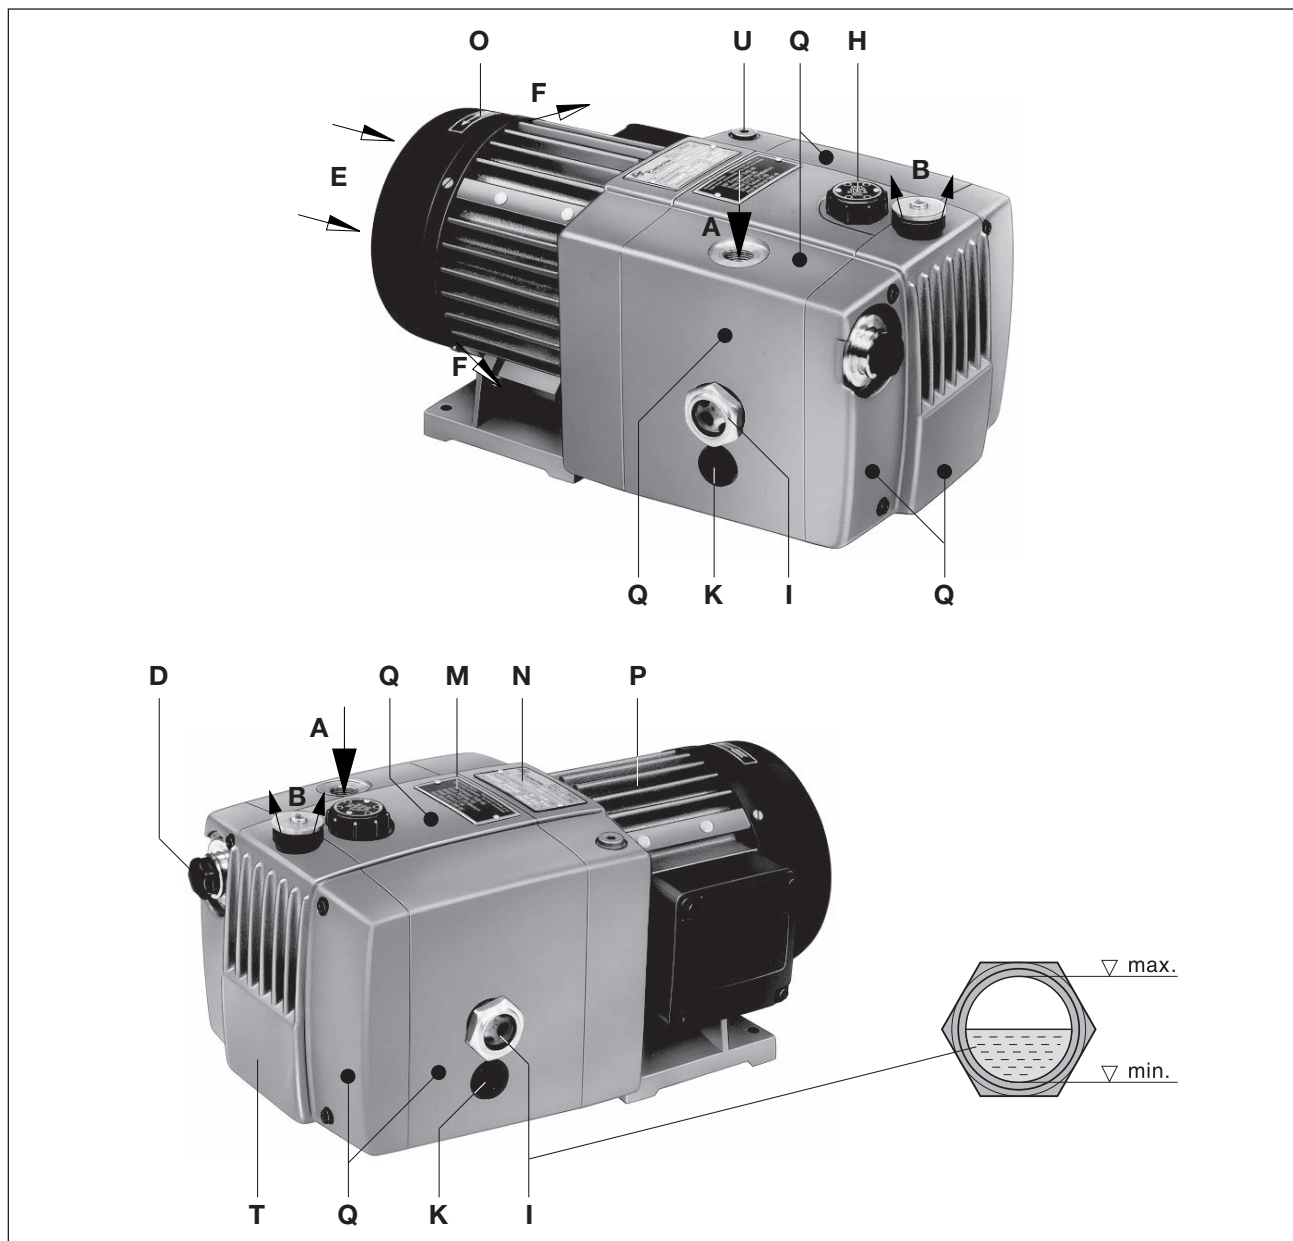

Abb. 1 Vakuumpumpe V-VGA / V-VGC
Öleinfüllstelle (Abb. 1/H), Ölschauglas (Abb. 1/I) und Ölablass (Abb. 1/K) müssen leicht zugänglich sein.
Die Kühlluft-Eintritte (Abb. 1/E) und die Kühlluft-Austritte (Abb. 1/F) müssen mindestens 15 cm Abstand zu benachbarten Wänden haben. Austretende Kühlluft darf nicht wieder angesaugt werden. Für Wartungsarbeiten sind vor dem Filter (Abb. 1/D) und dem Ölbehälterdeckel (Abb. 1/T) 30 cm Abstand vorzusehen.
Die Abluftöffnung (Abb. 1/B) darf weder verschlossen noch eingengt werden.
- a) Vakuumanschluss bei (Abb. 1/A).
- b) Die abgesaugte Luft kann durch den Geräuschdämpfer (Abb. 1/B) frei ausblasen.
- a) Das Schmieröl (geeignete Sorten siehe Kapitel "Wartung") an der Öleinfüllstelle (Abb. 1/H) bis zur Oberkante des Schauglases (Abb. 1/I) auffüllen.
- a) Die elektrischen Motordaten sind auf dem Datenschild (Abb. 1/N) angegeben. Die Motoren entsprechen DIN EN 60034 und sind in Schutzart IP 55 und Isolationsklasse F ausgeführt. Das entsprechende Anschlussschema befindet sich im Klemmenkasten des Motors (entfällt bei Ausführung mit Stecker-Anschluss). Die Motordaten sind mit den Daten des vorhandenen Stromnetzes zu vergleichen (Stromart, Spannung, Netzfrequenz, zulässige Stromstärke).
Im betriebswarmen Zustand können die Oberflächentemperaturen an den Bauteilen (Abb. 1/Q) über 70°C ansteigen.
- ▷ Die vorgesehene Drehrichtung der Antriebswelle ist durch den Drehrichtungspfeil (Abb. 1/O) auf dem Motorflansch gekennzeichnet.
- b) Nach evtl. Korrektur der Drehrichtung Motor erneut starten und nach ca. 2 Minuten wieder abstellen, um fehlendes Öl bis zur Oberkante des Schauglases (Abb. 1/I) nachzufüllen. Dieses Nachfüllen an der Einfüllstelle (Abb. 1/H) muss wiederholt werden, bis sich alle Ölleitungen vollständig gefüllt haben. Die Einfüllstelle darf nicht bei laufender Pumpe geöffnet werden.